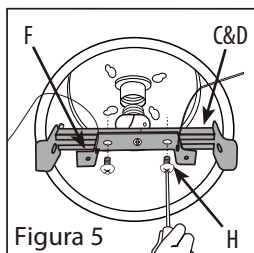

Figura 5
6. Vuelva a colocar el soporte de montaje (F) y la arandela (I) sobre el brazo de fijación (C/D) usando los dos tornillos laterales (H) que extrajo en el paso 3 (Figura 5).